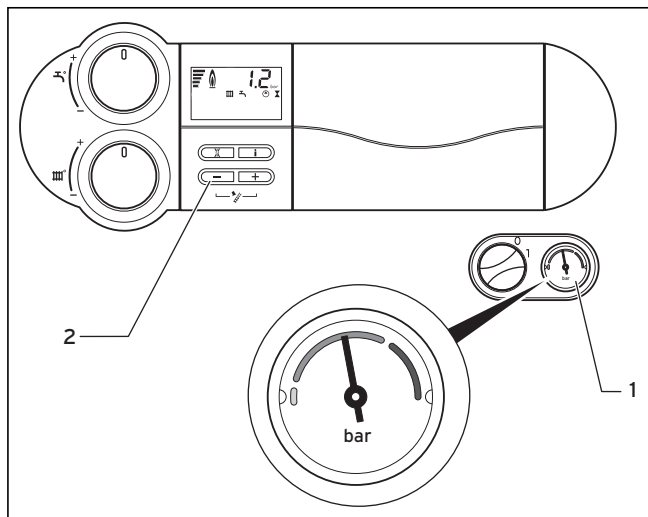

Fig. 4.5 Controllo della pressione di riempimento dell'impianto di riscaldamento
- In occasione della messa in servizio, controllare la pressione di riempimento dell'impianto sul manometro (1). Per un funzionamento perfetto dell'impianto di riscaldamento, ad impianto freddo il manometro (1) deve trovarsi nella metà superiore del campo grigio scuro (vedere fig. 4.5). Questa posizione corrisponde ad una pressione